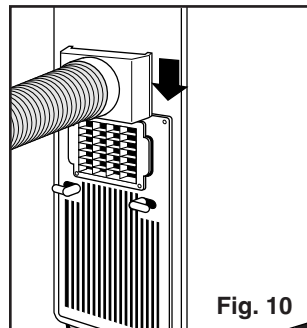

Fig. 10
- 1) Installez le **boyau flexible d'échappement** *Fig. 10* et le **jeu pour fenêtre coulissante / porte patio** tel que l'indique les *Fig. 2, 2a et 2b* (pg. 23).